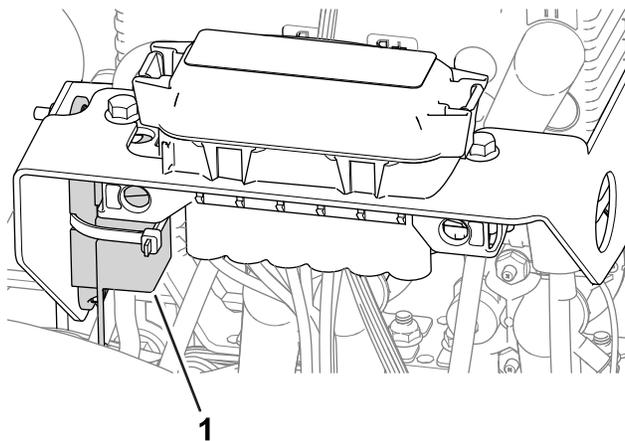

Figura 44
- O fusível do motor da roda esquerda (60 A) encontra-se sob a cobertura no lado esquerdo da máquina, junto dos fusíveis do circuito da transmissão do cilindro (Figura 44).